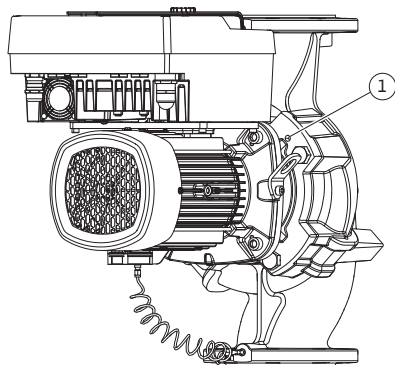

Fig. 11: Siseosakomplekti vajutamine üle keermeavade (DN 100 ... DN 125)
- Eemaldage siseosakomplekt (vt Fig. 4) pumbakorpuselt. Olenevalt pumbatüübist (vt Fig. I ... III) on olemas kaks erinevat tegutsemisviisi. Vabastage pumbatüübil Fig. I (DN 32 ... DN 80) poldid (pos 29). Vajutage siseosakomplekt pumbakorpuselt maha. Pumbatüüpide Fig. II ja Fig. III (DN 100 ... DN 125) korral kasutage selleks kaht keermeava (Fig. 11, pos 1). Kasutage selleks sobivaid ja kohapeal olemasolevaid polte (nt M10 x 25 mm).
5. Suruge siseosa komplekt (vt Fig. 4) pumbakorpusele maha. Selleks kasutage kaht keermeava (vt Fig. 11). Istu avamiseks keerake sobiva pikkusega M10 polt keermeavadesse.
7. Keerake kaitsepleki kaks kadumatut kruvi lahti (Fig. II, pos 27) ja eemaldage kaitseplekk.
8. Asetage otsvõti suurusega 27 mm distantsääriku avasse ja hoidke võtmepindadega võlli kinni (Fig. II, pos 16). Keerake töörottamutter (Fig. II, pos 22) välja. Eemaldage töörotas (Fig. II, pos 21) tõmmitsaga võllilt.
9. Vabastage rõhkude vahe anduri hoideplaat (Fig. I, pos 13) poldi (Fig. II, pos 10) lahtikeeramise teel mootoriäärikult. Rõhkude vahe andur (Fig. I, pos. 8) jätke koos hoideplaadiga (Fig. I, pos. 13) rõhumõõdetorudele (Fig. I, pos. 7) rippuma. Vajaduse korral lahutage rõhkude vahe anduri ühenduskaabel elektroonikamoodulilt.
11. Vabastage distantsäärik kahe hoovaga tõmmitsaga (universaaltõmmits) mootori tsestrist ja tõmmake võllilt maha. Koos sellega eemaldatakse ka võllitihend (Fig. I, pos. 25). Vältige distantsääriku kaldumist.
12. Kui võllitihend on kahjustada saanud, vajutage võllitihendi vasturõngas (Fig. I, pos. 26) distantsäärikus olevast kinnituskohast välja. Asetage distantsäärikusse uus vasturõngas.